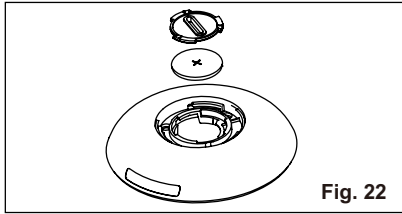

Fig. 22
3. Procédez de la même manière pour ouvrir le couvercle de protection intérieur et retirez la pile (Fig. 22).